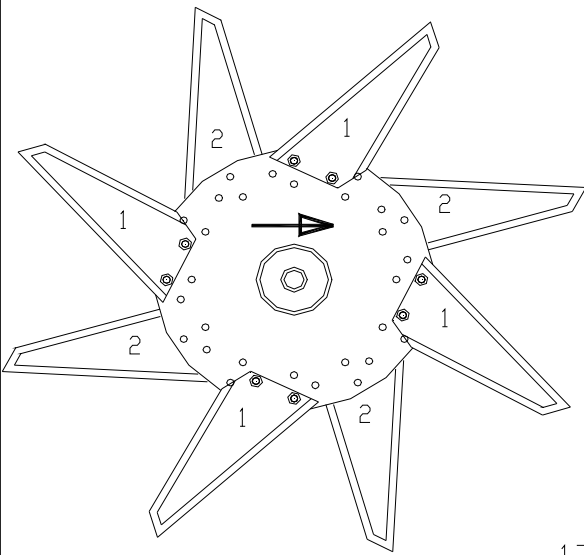

Fig. 4.
7. Les lames truckster (standard, fournies avec la machine) peuvent être montées sur le rotor, comme indiqué dans la Fig. 4. Dans la Fig. 4, quatre lames sont fixées régulièrement sur un disque. Sur le disque suivant, les lames doivent être montées en les intercalant. Le numéro indiqué sur les lames dans la Fig. 4 montre cet intervalle. Un indique le premier disque, etc. Montez les lames exactement comme indiqué en Fig. 4. Pour plus d'informations sur les lames et l'ensemble, voir Chapitre 12.